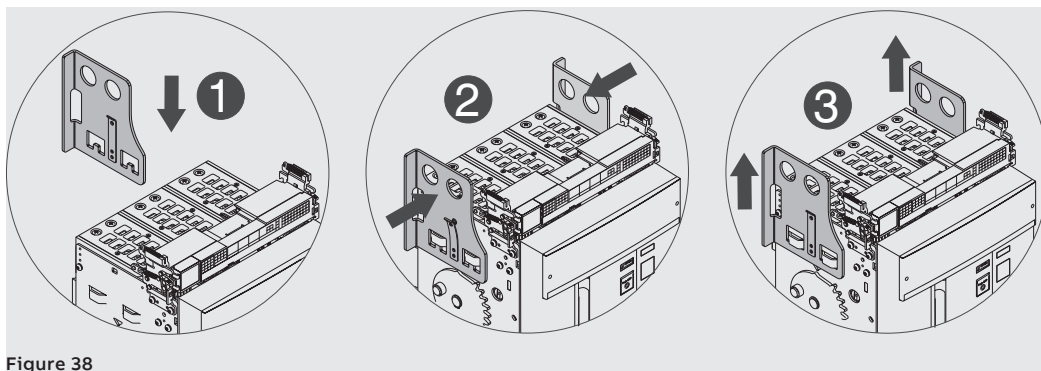

Figure 38
2. Placer les plaques de levage sur la partie mobile en vérifiant que la languette des plaques soit accrochée. Voir Figure 38.